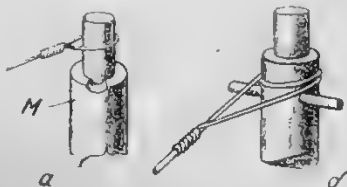

Рис. 2. Крепление оттяжек к мачте: а — к деревянной, б — к железной.
11. Как крепить оттяжки к мачте. — Такое крепление показано на рис. 2 (а и б). Деревянная мачта имеет заструганный конец. Проволока оттяжки обертывается один или лучше два раза и тщательно закручивается вокруг оттяжки четырьмя или пятью оборотами. (Советуем посмотреть на закрутку, которая сделана на тросах, идущих между трамвайными столбами для подвески на них токопесущего провода). Затем кольцо, получившееся вокруг конца мачты, сдвигается вниз до отказа, пока оно не упрется в край зарубки, в нем делается выемка М
(см. рис. 2-а), чтобы скрутка не перемещалась по краю зарубки. Такой способ очень прост и дешев, но не является лучшим. Более хорошим, но немного подороже, будет следующий способ. На заструганный конец туго надевается откопанное круглое кольцо из круглого железа толщиной в 10—12 мм. (Сначала делается кольцо, а по нему уже и застругивается конец мачты). За это кольцо и хватаются оттяжки простой скруткой (как сделано у трамвайных тросов). Для просовывания проволоки в дерево мачты надо, конечно, сделать небольшие углубления. К этому же кольцу прикрепляются и проволока, идущая от рейки антенны. Чтобы при случайной поломке мачты она не отвалилась от оттяжки, кольца (проволочные или кованые) приколачиваются несколькими гвоздями так, чтобы они не могли сползти с мачты. Сверху мачты наколачивается круглый блинок, чтобы торец не загибался.
Крепление оттяжки к железной мачте ясно из рис. 2-б. Чтобы оттяжки не сползали к низу, вставляются чокки из круглого железа в 10 мм толщиной, скрутку же полезно пропаять, чтобы она не перемещалась по проволоке. Чтобы чокки не слетали, ее перед постановкой несколько расплющивают и молотком вгоняют на свое место. Но и у железных мачт можно применить тот же способ крепления оття-